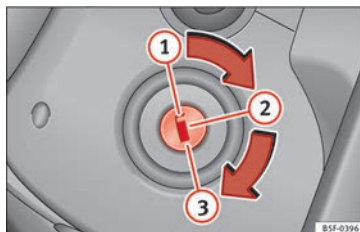

Fig. 198 Positions de la clé du véhicule.
Clés du véhicule » fig. 198
3.	Uniquement sur les véhicules équipés d'un moteur diesel : pour effectuer le préchauffage, tournez la clé dans le contact-démarrateur sur la position » » fig. 198 ②. Le témoin s'allume sur le tableau de bord » ».